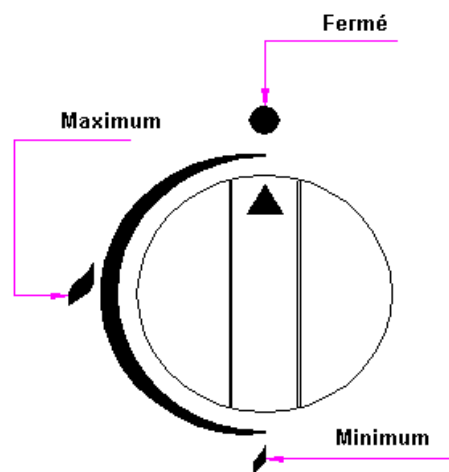

Fig. 3
- c) Appuyez la commande du brûleur choisi et d'un quart de tour en sens inverse des aiguilles d'une montre arriver à la position de maximum (Fig. 3)
- e) Pour le brûleur au minimum tournez la commande en sens inverse des aiguilles d'une montre sans appuyer de la position maximum à la position minimum. (Fig.3)